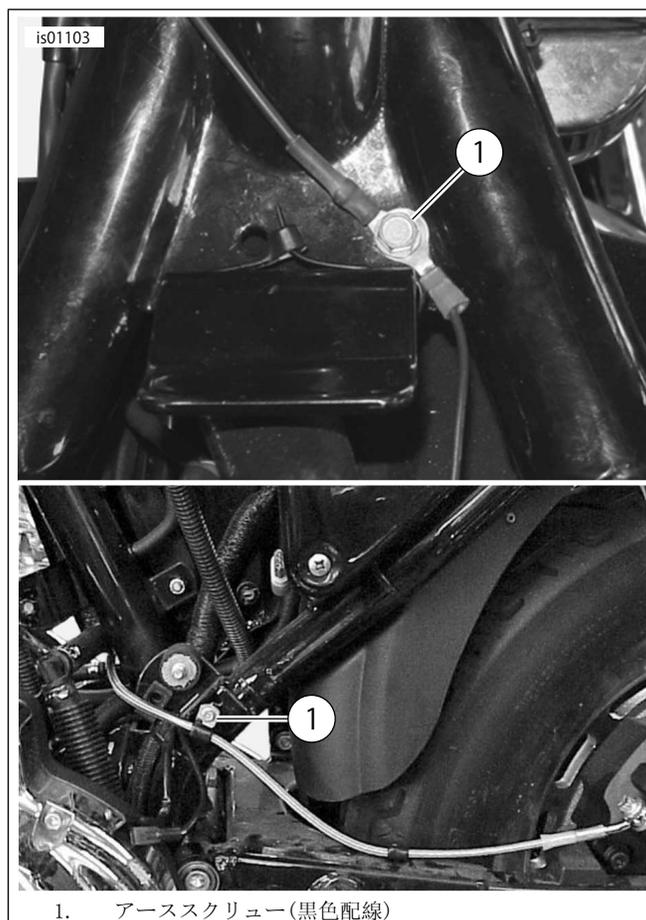

図4. アース接続部(Sportsterモデル)
3. 「図4」を参照。以下の場所にあるアーススクリュー(1)を取り外します。